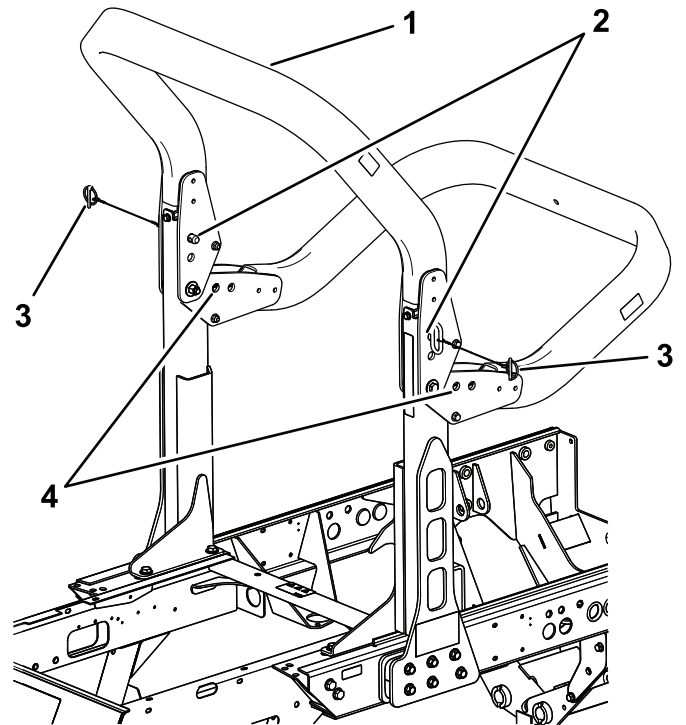

Bild 73
2. Stützen Sie das Gewicht des oberen Rahmens des Überrollbügels ab, während Sie die Rastungen und Lastösenbolzen aus den Schwenkhalterung nehmen (Bild 73).